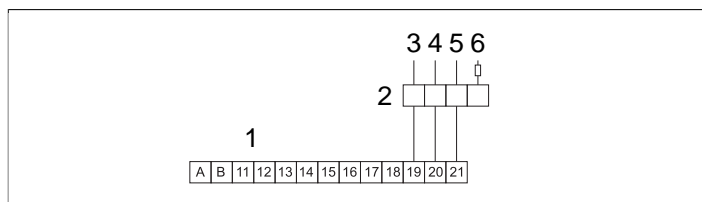

Fig 17: Kopplingschema för extern ON/OFF-brytare
Brytaren ansluts med svagströmsledning (se **Fig 17**, sidan 6 pos 4).